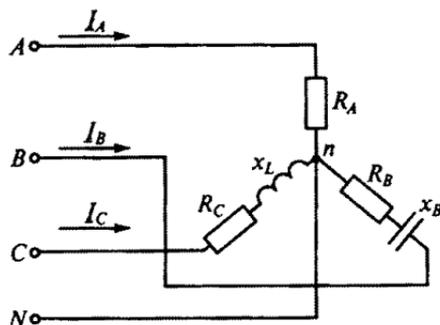

Рис. 133
3.111.Р. Активная мощность потребителя на рис. 133 $P = 4950$ Вт, линейное напряжение сети $U_{л} = 380$ В, токи $I_A = 10$ А, $I_B = 5$ А, а коэффициенты мощности фаз соответственно $\cos \varphi_A = 1$, $\cos \varphi_B = 0,5$, $\cos \varphi_C = 0,5$. Каковы ток I_C , сопротивления R_C , x_L и реактивная мощность Q потребителя? (Указать неправильный ответ.)
3.114. Включая вольтметр между различными точками схемы, изображенной на рис. 133, измерить напряжения и определить, какое из них линейное, а какое — фазное.